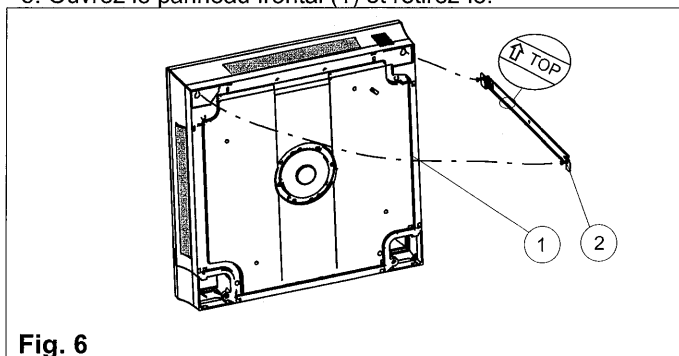

Fig. 6
INSTALLATION OF THE MOUNTING RAIL (Voir figures 6, 7)
1. La figure 6 indique la position du rail de montage, en tenant compte des dimensions de l'unité.
5. Ouvrez le panneau frontal (1) et retirez-le.